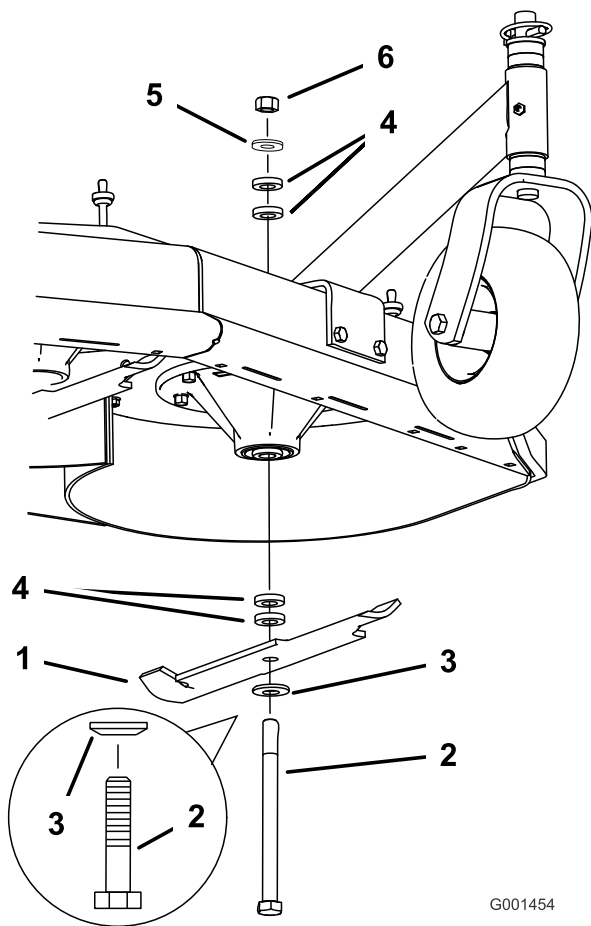

Figure 47
2. Enlevez de l'axe, l'écrou, le boulon de lame, la rondelle bombée, la lame, les entretoises et la rondelle mince (Figure 47).
- Placez la rondelle bombée puis la lame sur le boulon. Choisissez le nombre correct d'entretoise(s) pour la hauteur de coupe, et insérez le boulon dans l'axe (Figure 47).
- Posez la ou les dernière(s) entretoise(s) et fixez-la ou les en place avec une rondelle mince et un écrou (Figure 47).